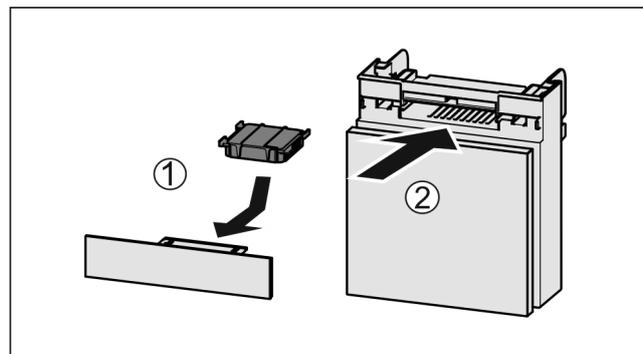

Fig. 92
- ▶ Introduzca el compartimiento Fig. 92 (2).